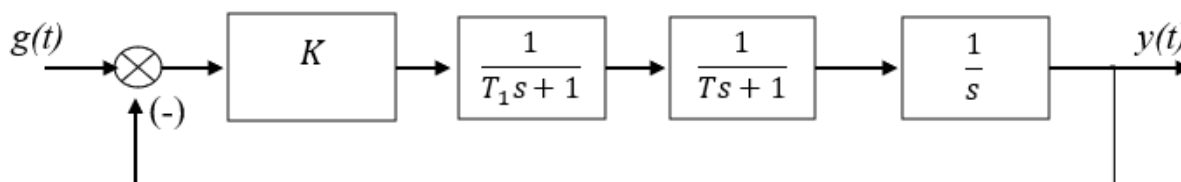

Рис. 1. Структурная схема системы (для варианта 1)
4.1. Собирайте схему моделирования системы, согласно варианту задания (таблица 3) аналогично схеме, представленной на рис. 1.